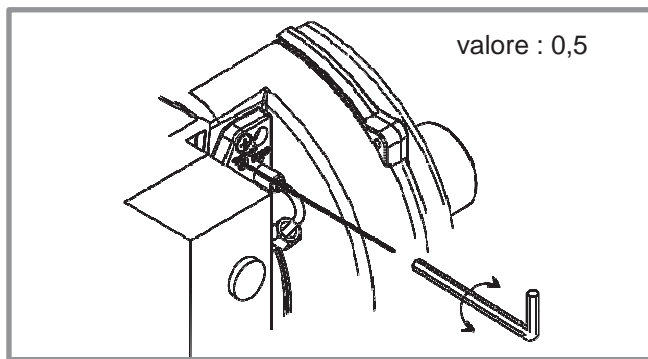

Figura 34 - Regolazione della testa di combustione
- Dopo la taratura del bruciatore, disabilitare la funzione "spazzacamino" (premere: rif. R figura 34)